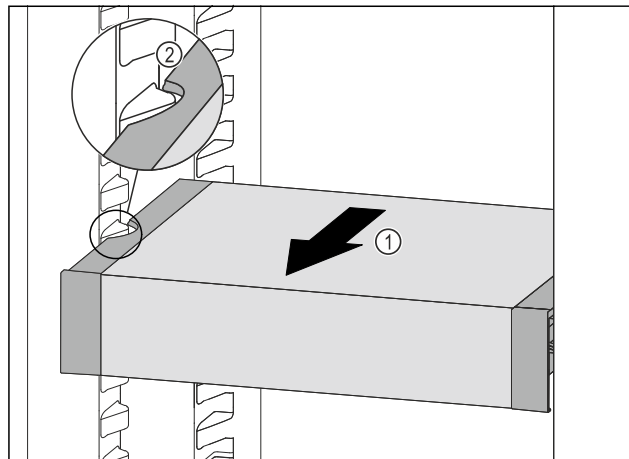

Fig. 105
- ▶ Tirer le VarioSafe vers l'avant Fig. 105 (1) jusqu'à ce que les encoches latérales du VarioSafe se trouvent au niveau de la nervure du bac dans la partie réfrigérateur. Fig. 105 (2)